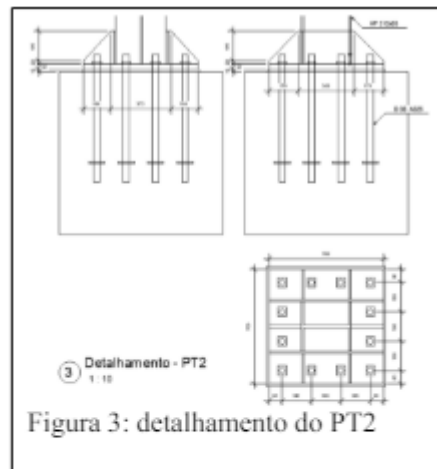

Figura 3: detalhamento do PT2
- 4) Cada pilar do tipo 2 receberá uma chapa metálica, fixada por 12 barras roscadas, A325 D38, conforme figura 3.